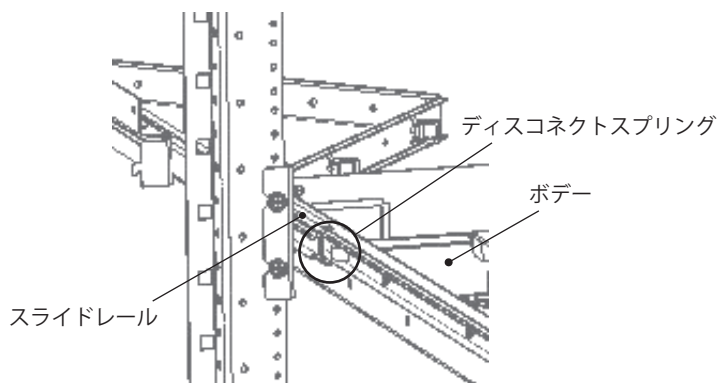

図5
7. ボデーをスライドレールに取付け、ディスコネクトスプリングを左右同時に押してロックを解除し、奥まで押込んでください。(図5)